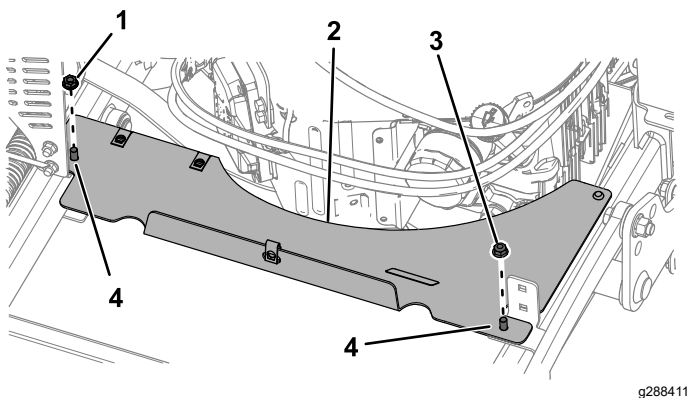

Figura 4
2. Retire la tuerca hexagonal (5/16") y la tuerca (5/16") que fijan la extensión del protector a los pernos de cuello cuadrado (Figura 4). Retire la extensión del protector.